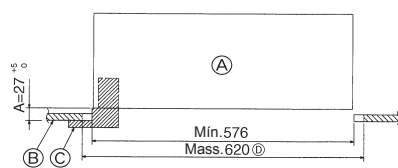

Fig. 5-2
5.2. Preparazione dell'attacco della griglia (Fig. 5-2)